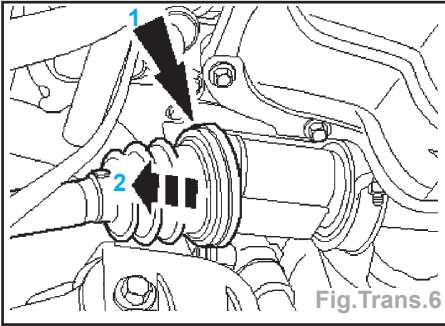

Fig. Trans.6
- Déposer le collier de soufflet de joint homocinétique et le mettre au rebut (flèche 1) (Fig.Trans.6).